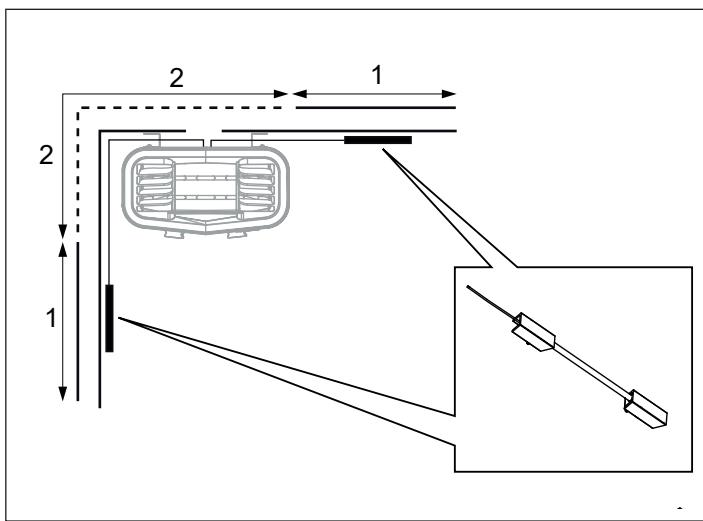
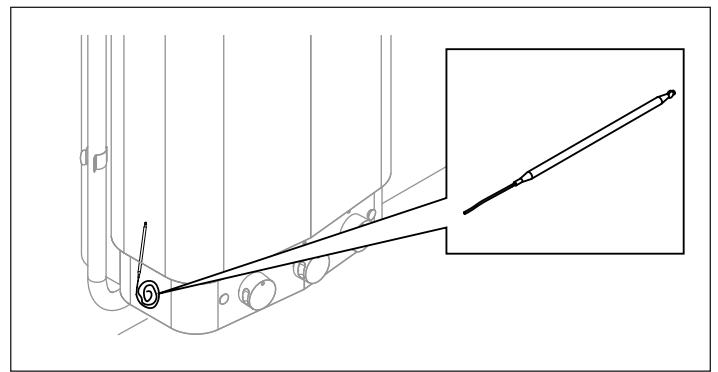
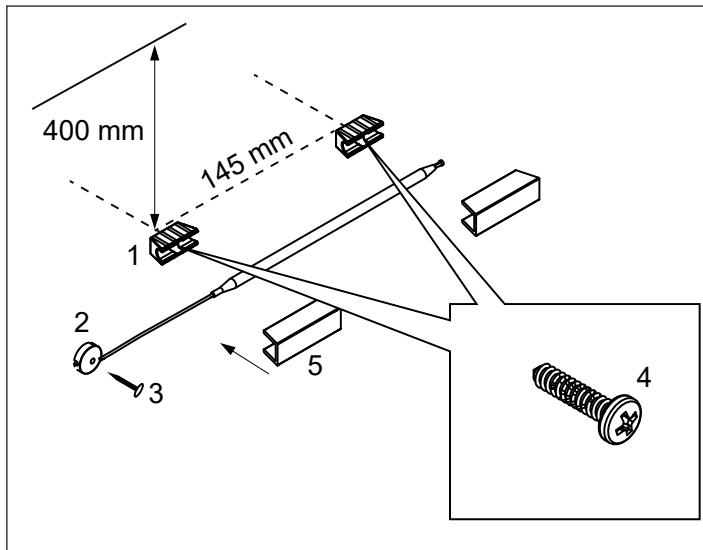

Figure 15 : positionnement du capteur de température
Figure 18 : Localisation du capteur de température
Figure 16 : installation du capteur de température
13. Emplacement du support du capteur de température au mur (voir Figure 15). Optez pour la position 1, si possible. La position 2 réduit la température du sauna. Installez les supports de capteur d'humidité et de température (voir (1) dans la Figure 16) à 400 mm en dessous du plafond et à 145 mm de distance à l'aide des deux vis fournies (4).
Insérez le capteur de température (situé à l'arrière du poêle, voir Figure 18) et fixez les profilés. Fixez le tube capillaire en place à l'aide des clips (2) et des clous de finition (3) (voir Figure 16).